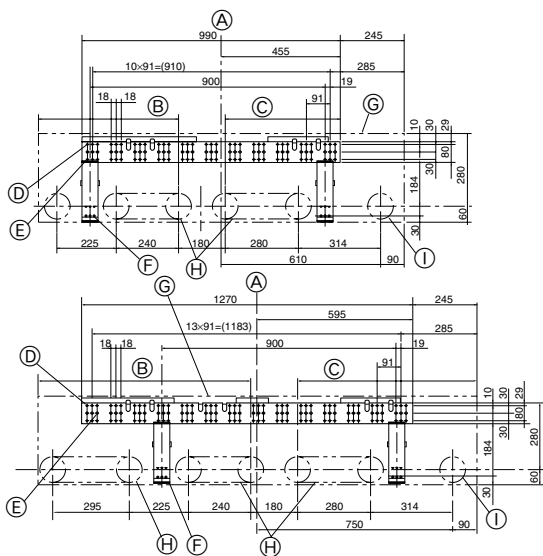

Fig. 3-2
3.2. Installazione dell'attrezzatura di montaggio a parete (Fig. 3-2)